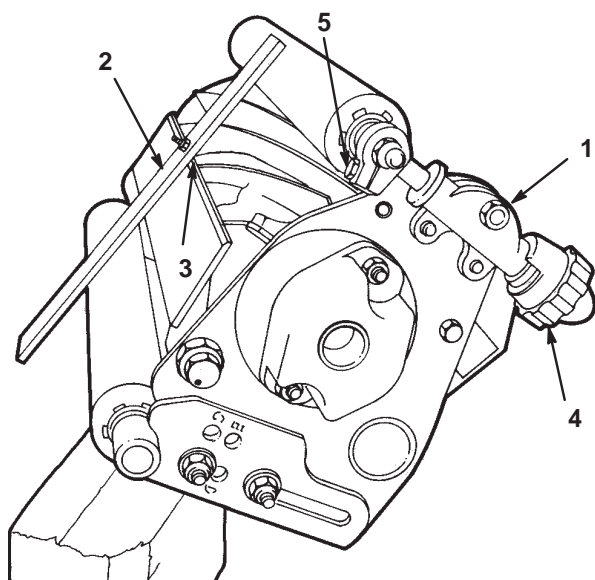

図7
2. カuttingユニットを立て、前ローラ調整ネジを刈り高ブラケットに固定しているロックナットをゆるめる（図7）。
4. 前後のローラにゲージバーを差し渡し、ゲージバーのネジ頭がベッドナイフにぴったりと当たるように、刈り高ノブを調整する（図7）。